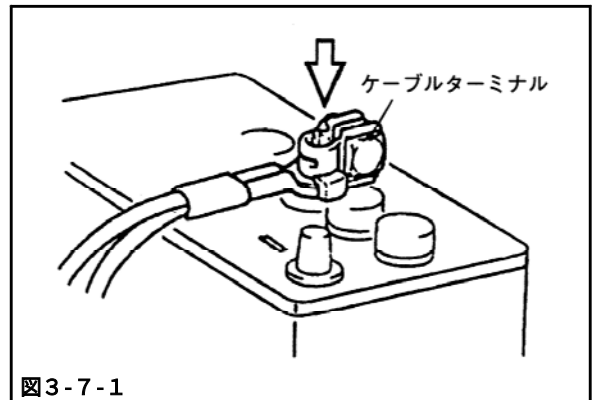

図3-7-1
(2) バッテリーのマイナス端子にケーブルターミナルを接続してください。(図3-7-1)